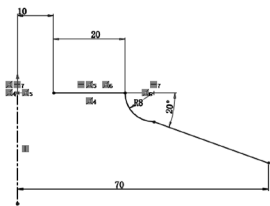

图 6-112 标注尺寸
5) 标注尺寸。单击“草图”控制面板中的 (智能尺寸) 按钮, 为草图标注尺寸, 如图 6-112 所示。